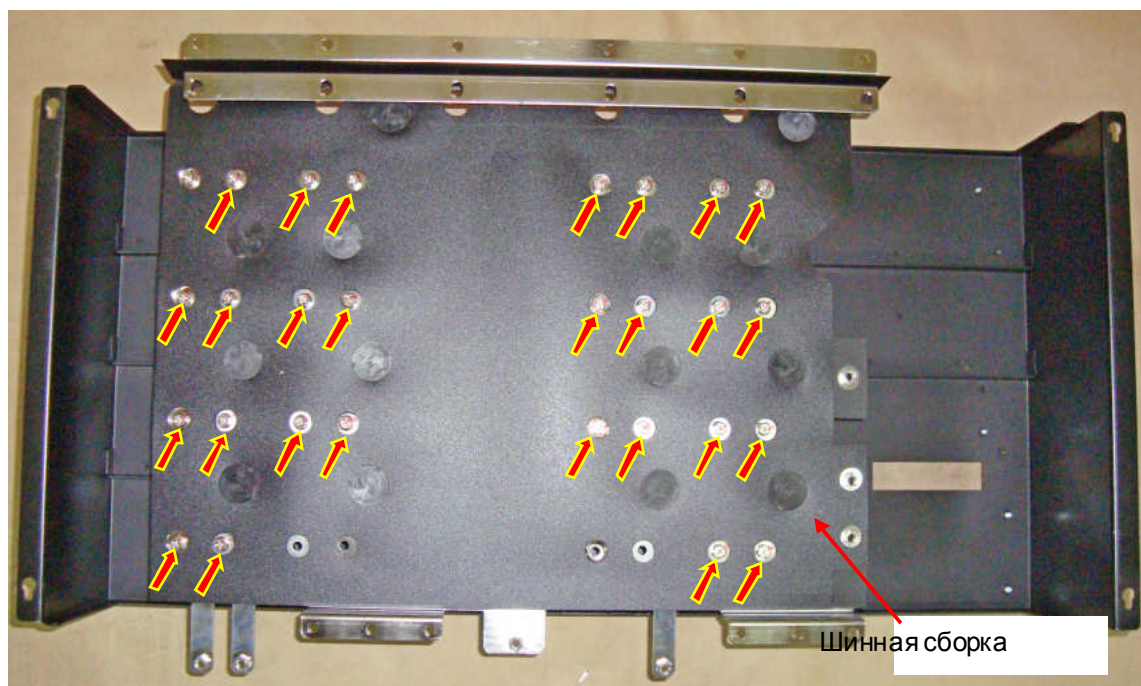

Рис. 6.21.
6.12.1. Установить блок конденсаторов на рабочий стол основанием вверх (рис. 6.21).
6.12.2. Выкрутить 28 винтов (для модели EI-9011-175H) или 32 винта (для модели EI-9011-200H) крепления шинной сборки к выводам конденсаторов (показаны стрелками на рис.6.21). Снять шинную сборку. Положить винты в тару.